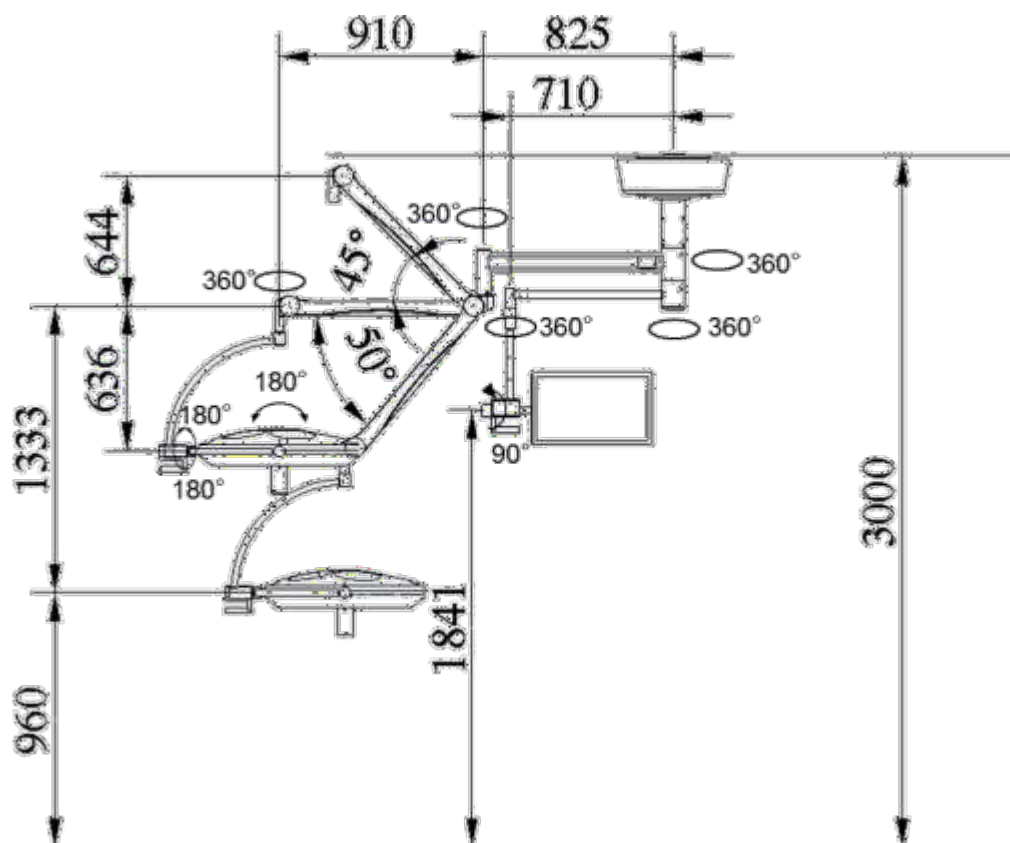

FIGURA 17 – FOCO CIRÚRGICO DE TETO SIMPLES INP-MASTER COM MONITOR E CÂMERA
- Figura 17 para os Focos Cirúrgicos INP-MASTER 5F com Monitor e Câmera.